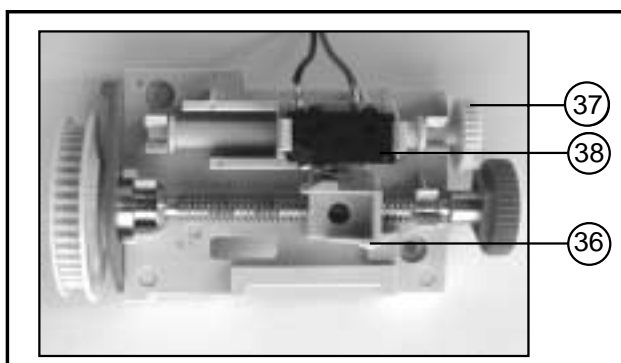

Fig. 7: Ajuste del punto de referencia (puerta abierta)
- Ahora tuerza por medio de la moleta más pequeña (37) al husillo de ajuste hasta que el interruptor de punto de referencia (38) es accionado por parte del carro de conexión (36) (ver fig. 7). Pues gire la moleta pequeña (37) 1-2 vueltas más en contra el sentido de las agujas del reloj.